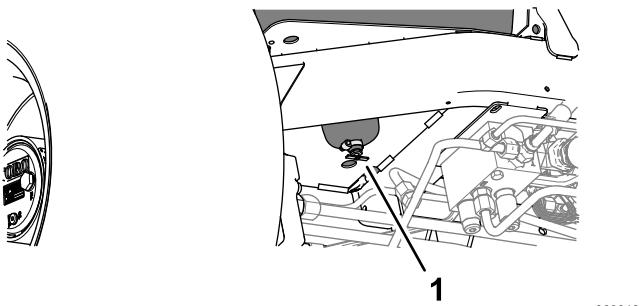

Figura 84
2. Coloque un recipiente de vaciado debajo de la válvula de vaciado en el fondo del depósito de combustible (Figura 84).